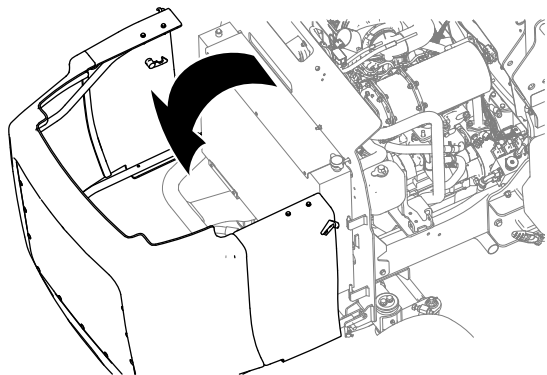

Bild 65
5. Entriegeln und öffnen Sie die Motorhaube (Bild 65).